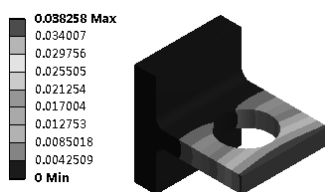

图 4-37 Exterior
(2) 显示方式 用于控制云图显示方式。
- ✧ Exterior: 默认的显示方式并且是最常用的方式, 如图 4-37 所示。